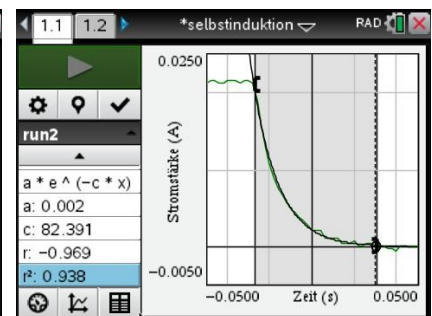

Bild 11.3
2. Am besten lässt sich der *Abbau des Magnetfeldes* bei der Stromstärke  $I$  auswerten. Dazu müssen die Fenstereinstellungen so verändert werden, dass dieser Bereich gut dargestellt wird (Bild 11.3).
2. Dann werden die zur Auswertung vorgesehenen Daten markiert (grau hinterlegter Bereich in Bild 11.3).
4. Das Ergebnis ist ebenfalls in Bild 11.3 dargestellt. Man erhält  $I_0 = 0,002$  A (abhängig von der Wahl der Triggerschwelle) sowie  $R/L = 78,109$  1/s. Mit dem Gesamtwiderstand von  $R = 165$   $\Omega$  ergibt sich daraus eine Induktivität  $L = 2,11$  H.